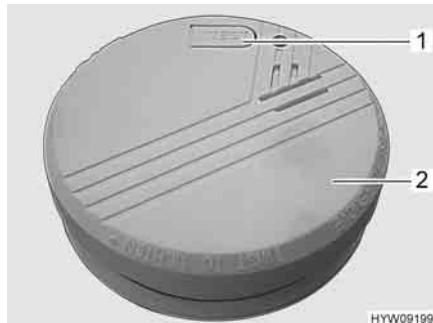

Fig. 189 Rivelatore di fumo
- Ruotare in senso antiorario il rivelatore di fumo (Fig. 189,2) finché non si stacca dal supporto.
- Eseguire un test del rivelatore di fumo. Premere il tasto di controllo (Fig. 189,1). Si deve udire il segnale acustico di allarme.